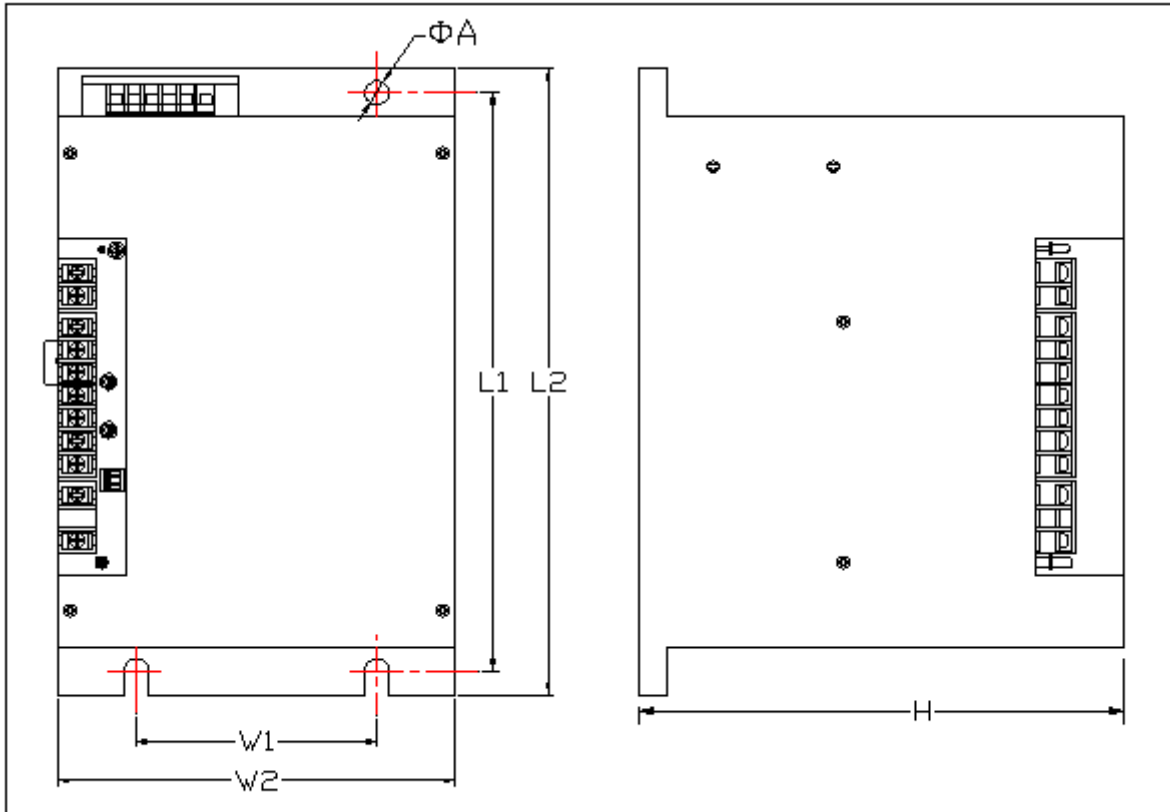

图 8
14. 外形及安装尺寸图（图 8）
说明：图 8 中左上角是风机及状态发送接线端子。